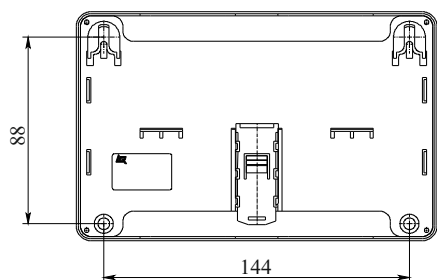

Рисунок 4
- в месте установки МПТ просверлить два верхних отверстия под дюбели с шурупами диаметром 4 мм согласно установочным размерам (рисунок 4);